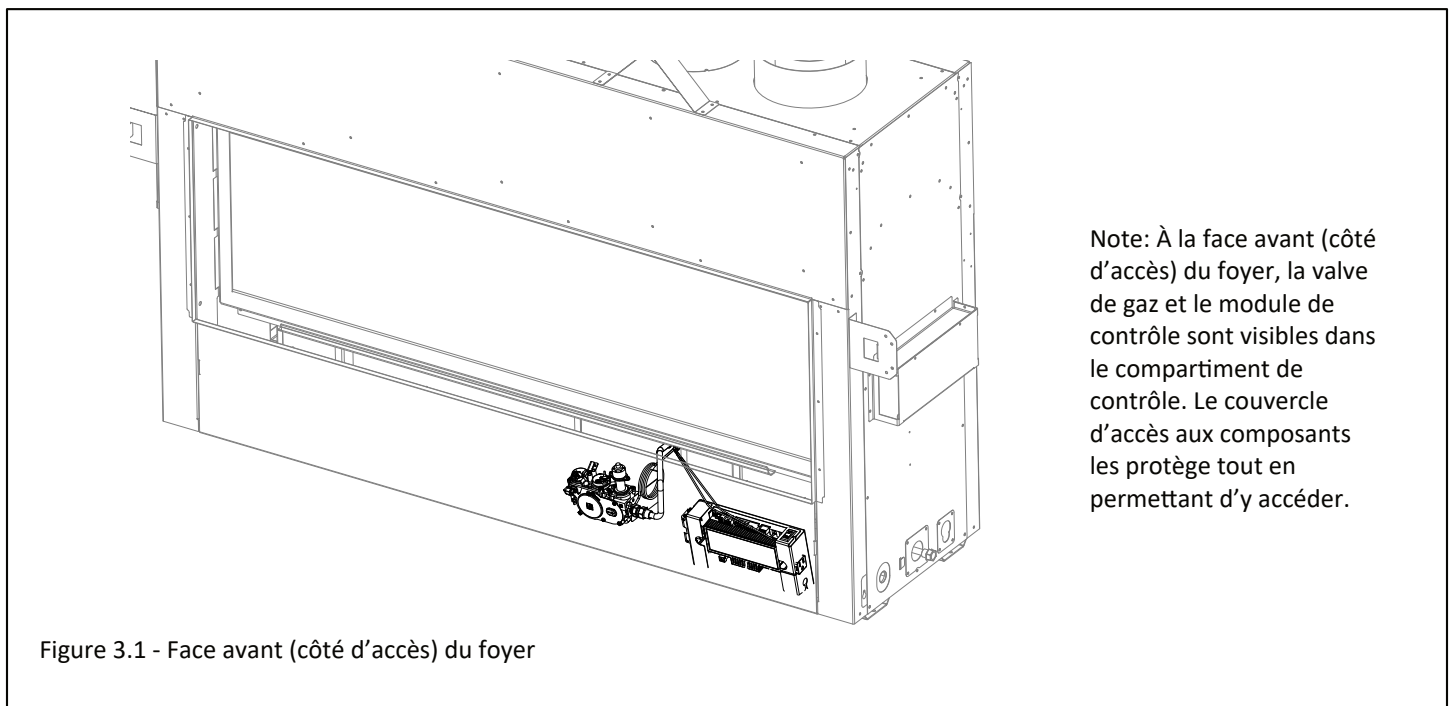

Figure 3.1 - Face avant (côté d'accès) du foyer
- Cet appareil possède une face avant et une face arrière. La face avant est le côté d'accès du foyer et son cadre vitré est facile à retirer; la valve de gaz et le module de contrôle sont de ce côté. La face arrière est le côté fixe du foyer; son cadre vitré est fixé au foyer avec des écrous à embase. Assurez-vous de placer la face avant (côté d'accès) à un endroit accessible. Voir la Figure 3.1.